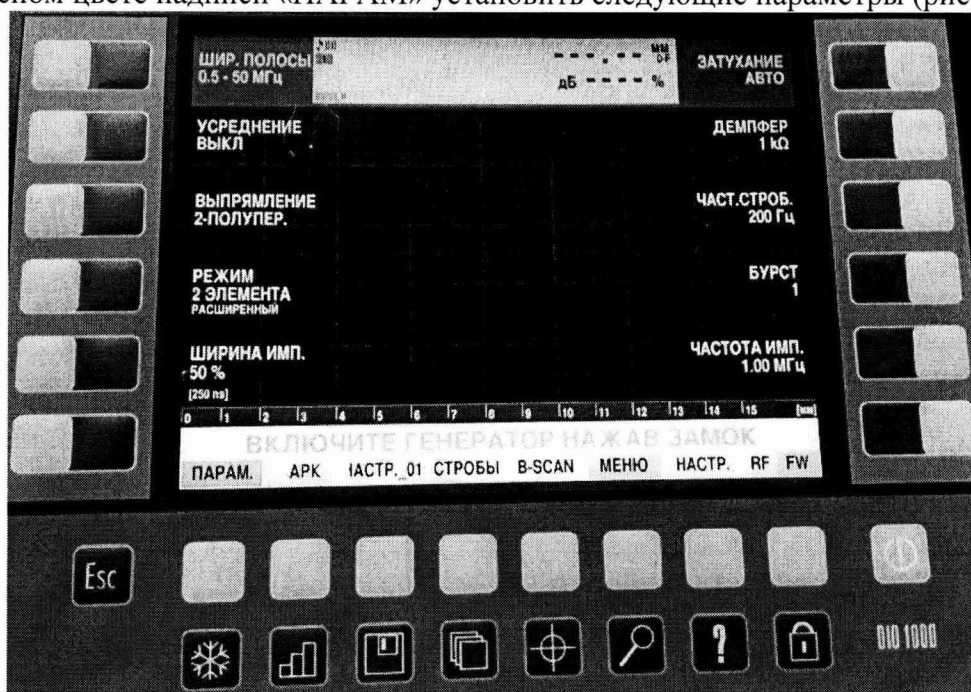

Рисунок 4.
7.3.1.4. После включения дефектоскопа, нажать желтую кнопку под надписью «ПАРАМ»: при зеленом цвете надписи «ПАРАМ» установить следующие параметры (рисунок 4):